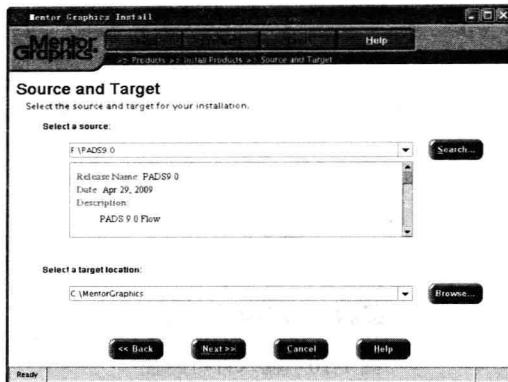

图 1-15 选择安装源文件和安装路径
(9) 单击按钮 **Agree**，会弹出如图 1-15 所示的对话框。